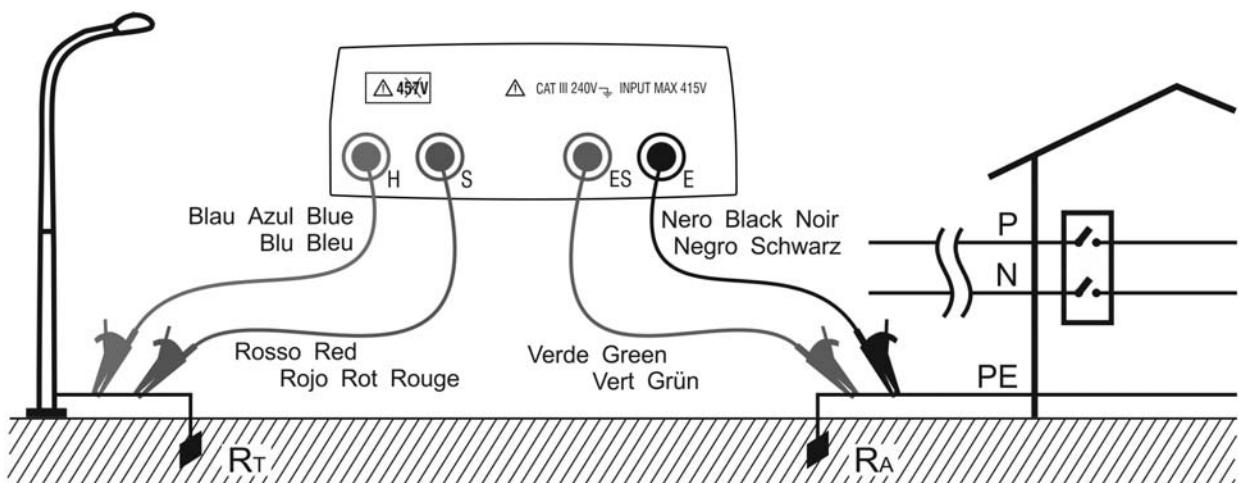
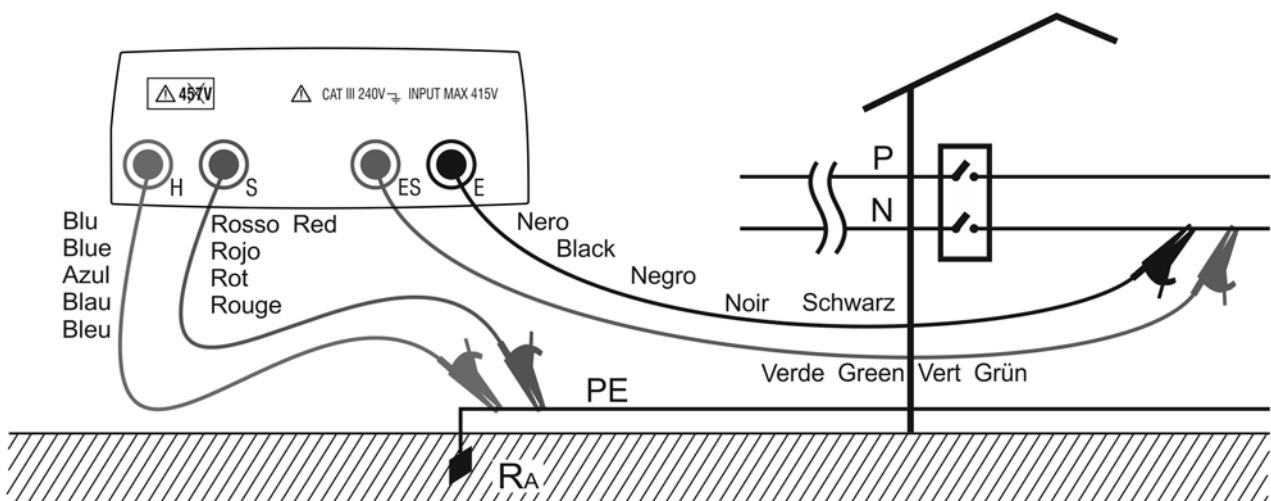

Abb. 4: Erdungswiderstandsmessung mit zwei Kabeln und mit einem Erdspieß
Abb. 5: Erdungswiderstandsmessung mit zwei Kabeln an der Schalttafel
In Abb. 4 wird ein Lampenpfosten als Erdspieß verwendet. Es kann aber auch jeder in den Boden gesteckte Metallgegenstand verwendet werden, solange die oben genannten Bedingungen erfüllt sind.
Das Gerät zeigt die Summe der Werte R_A+R_T als Ergebnis an (siehe Abb. 4 und Abb. 5). Daher liegt der Messwert umso näher an R_A (Erwartungswert), je vernachlässigbarer der Wert R_T des Erdspießes im Vergleich zu R_A selbst ist. Zusätzlich wird die Messung "zur Sicherheit" um R_T erhöht, d.h. wenn R_A+R_T insgesamt mit Schutzleitern abgestimmt sind, gilt dies für R_A allein umso mehr
In den TT-Systemen (siehe Abb. 5) ist es möglich, eine Messung des Erdungswiderstands mit Hilfe des NEUTRAL-Leiters durchzuführen, der direkt an einer mit dem öffentlichen Netz verbundenen Steckdose oder einer Schalttafel abgegriffen und als Hilfs-Erdspieß verwendet wird; wenn außerdem der Erdanschluss verfügbar ist, kann die Messung direkt an der Steckdose zwischen NEUTRAL und ERDE durchgeführt werden.
6. Schließen Sie die Krokodilklemmen an die Erdspieße und an die zu testende Installation an (siehe Abb. 4 und Abb. 5)